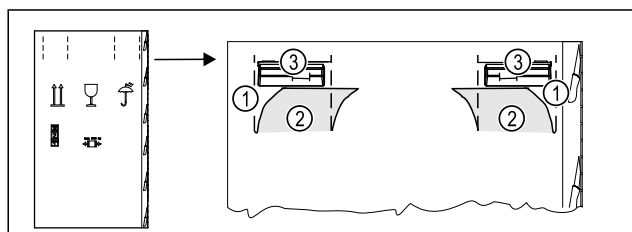

Fig. 6
- Utisnite kartonsku ambalažu na vrhu perforacije Fig. 6 (1).
- Izvucite utisnute spojnice Fig. 6 (2).
- Ručka za nošenje Fig. 6 (3) s desne i lijeve strane je vidljiva.
- Držite uređaj za ručke za nošenje Fig. 6 (3).